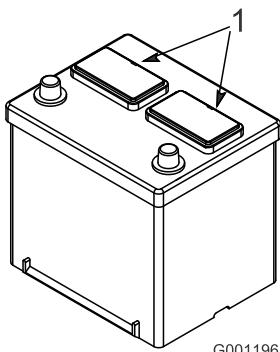

Bild 21
- Reinigen Sie die Oberseite der Batterie und nehmen Sie die Entlüftungsdeckel ab (Bild 21).